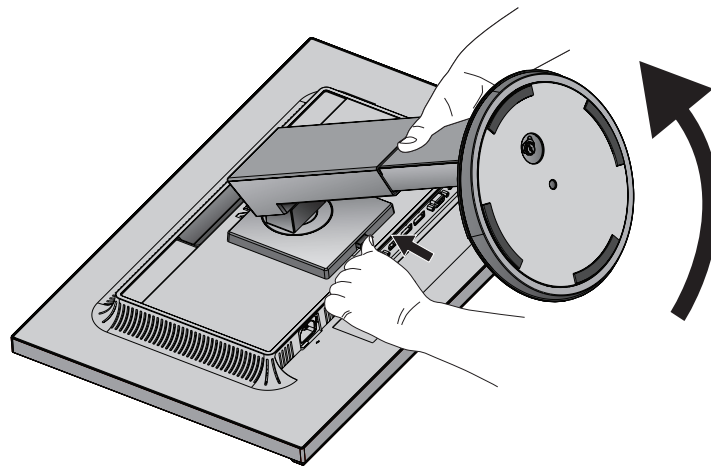

Figura S.1
3. Sitúe el monitor boca abajo en una superficie no abrasiva (**figura S.1**).
4. Coloque una mano alrededor de la base y otra en la palanca de aflojamiento rápido. Mantenga apretada la palanca de aflojamiento rápido en la dirección indicada por las flechas (**figura S.1**).
5. Levante el soporte para desconectarla del monitor (**figura S.1**).